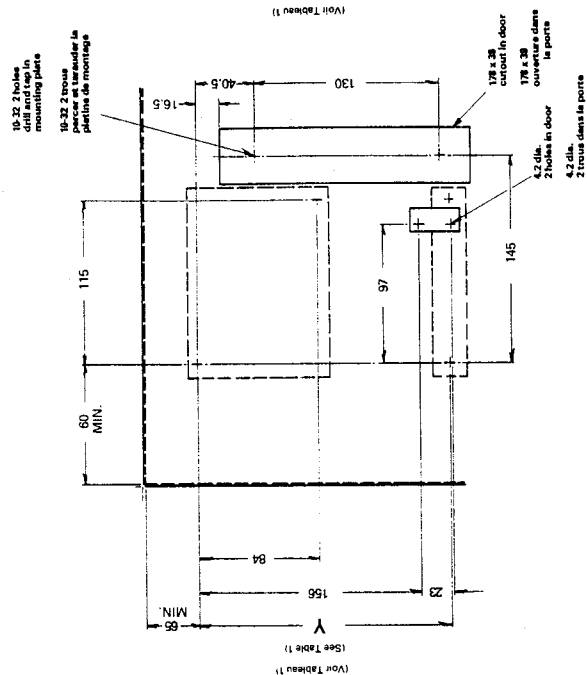

Figure 2
2. **Safety Handle SH2a + S2 Base Mounted** (See Fig. 2)
2. Poignée de manoeuvre verticale SH2a, montée sur platine (voir Fig. 2).